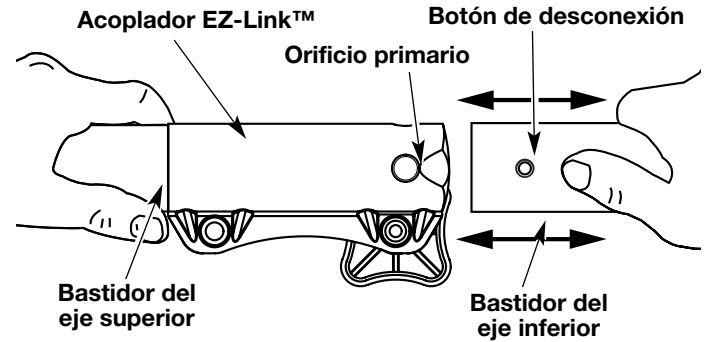

Fig. 10
2. Opima y sostenga el botón de desconexión (Fig. 10).
2. Mientras sostiene el accesorio con firmeza, empujelo en línea recta en el acoplador EZ-Link™ (Fig. 10).